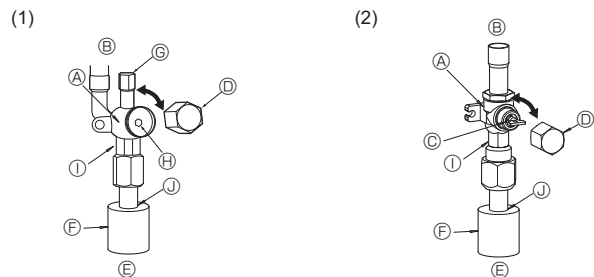

Fig. 4-6
- Lado de líquido de la válvula de parada (Fig. 4-6)